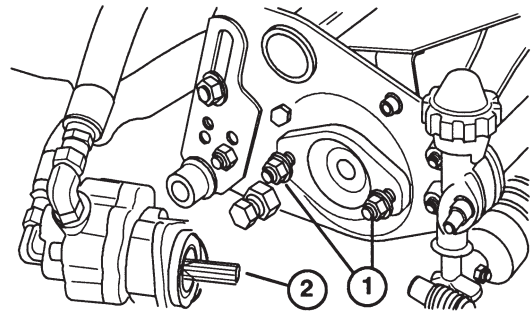

Figure 2
3. Installez les écrous de montage du moteur d'entraînement des cylindres sur chaque plateau de coupe. Laissez dépasser environ 1,2 cm du filetage de chaque goujon de montage (Fig. 2).
4. Enlevez les capots de protection des plateaux de coupe et des arbres des moteurs d'entraînement des cylindres. Lubrifiez l'arbre cannelé de chaque moteur avec de la graisse propre, puis montez le moteur en le tournant dans le sens horaire de sorte que les brides dépassent les goujons. Tournez le moteur dans le sens anti-horaire jusqu'à ce que les brides encerclent les goujons, puis serrez les écrous de montage (Fig. 2).